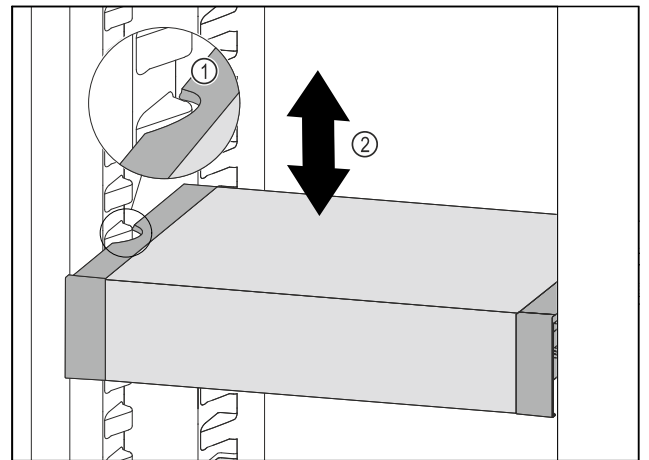

Fig. 67
- ▶ VarioSafe nach vorne ziehen, bis sich die seitlichen Aussparungen des VarioSafes auf Höhe der Behälterrippe im Kühlteil befinden. Fig. 67 (1)
- ▶ VarioSafe im Kühlteil nach oben oder unten bewegen, bis gewünschte Höhe erreicht ist. Fig. 67 (2)